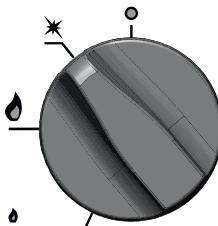

Figure 7. Réglage de la manette dans laquelle seul le brûleur de commande est alimenté au gaz.
- Tout en appuyant sur la manette tournez-la vers l'emplacement « brûleur de commande » comme sur la Figure 7 (dans le sens anti-horaire)
- Lorsque vous n'utilisez pas le brûleur tournez la manette le commandant vers la position « brûleur de commande » (Fig. 7).